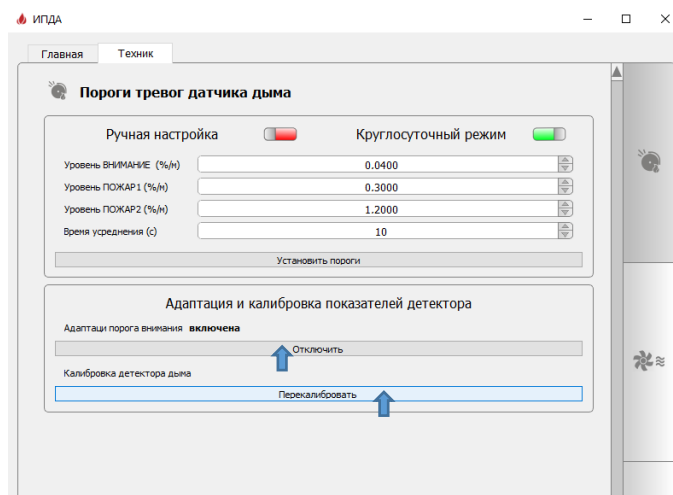
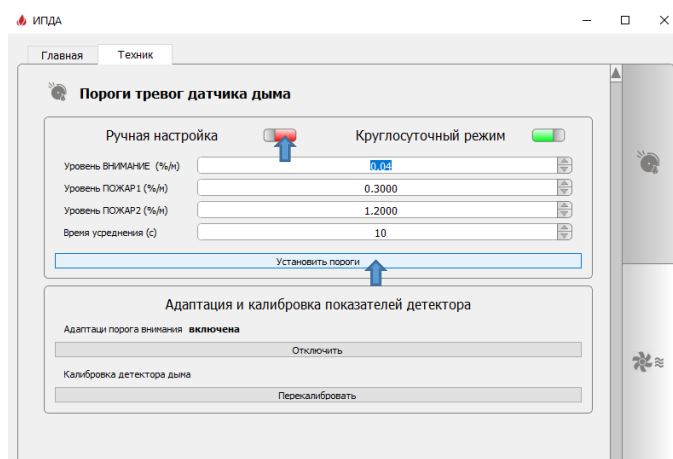
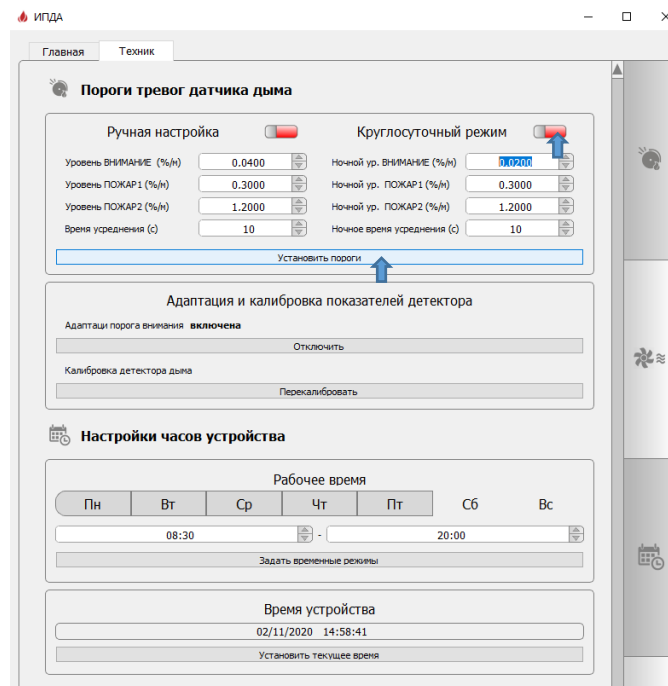

Рис. 15. Включение калибровки датчика дыма и выключение адаптивного порога «Внимание»
Рис. 16. Ручное программирование порогов тревог в круглосуточном режиме
Рис. 17. Ручное программирование порогов тревог в режиме «день/ночь»
5.11 Перед началом конфигурирования извещателя по уровням тревог проведите калибровку датчика дыма (рис. 15). Если в защищаемой зоне предполагается возможность медленного развития пожароопасной обстановки, порядка суток и более, выключите адаптивный порог «Внимание» (рис. 15). Установите заданные пороги сигналов «Внимание», «Пожар 1» и «Пожар 2» в круглосуточном режиме (рис. 16), либо отключите круглосуточный режим (рис. 17) и установите дополнительно пороги тревог нерабочего времени.